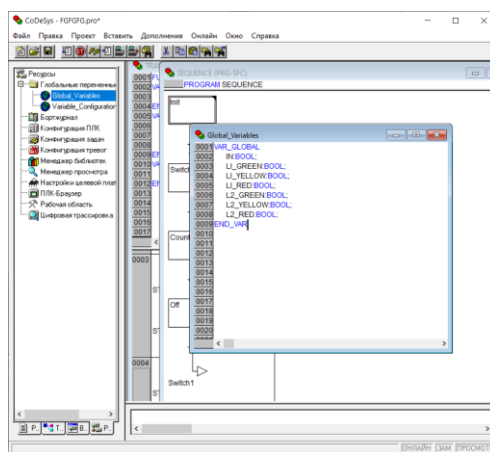

Рисунок 16 – Окно программирования светофора
11. Результат. Необходимо распределить входные и выходные переменные в блоке PLC\_PRG. Объявим соответствующие Boolean переменные для всех шести выходов и одного входа, затем создадим программу и сопоставим переменные соответствующим IEC адресам. Для представления шести ламп светофоров нужно 6 переменных типа Boolean (рисунок 16).